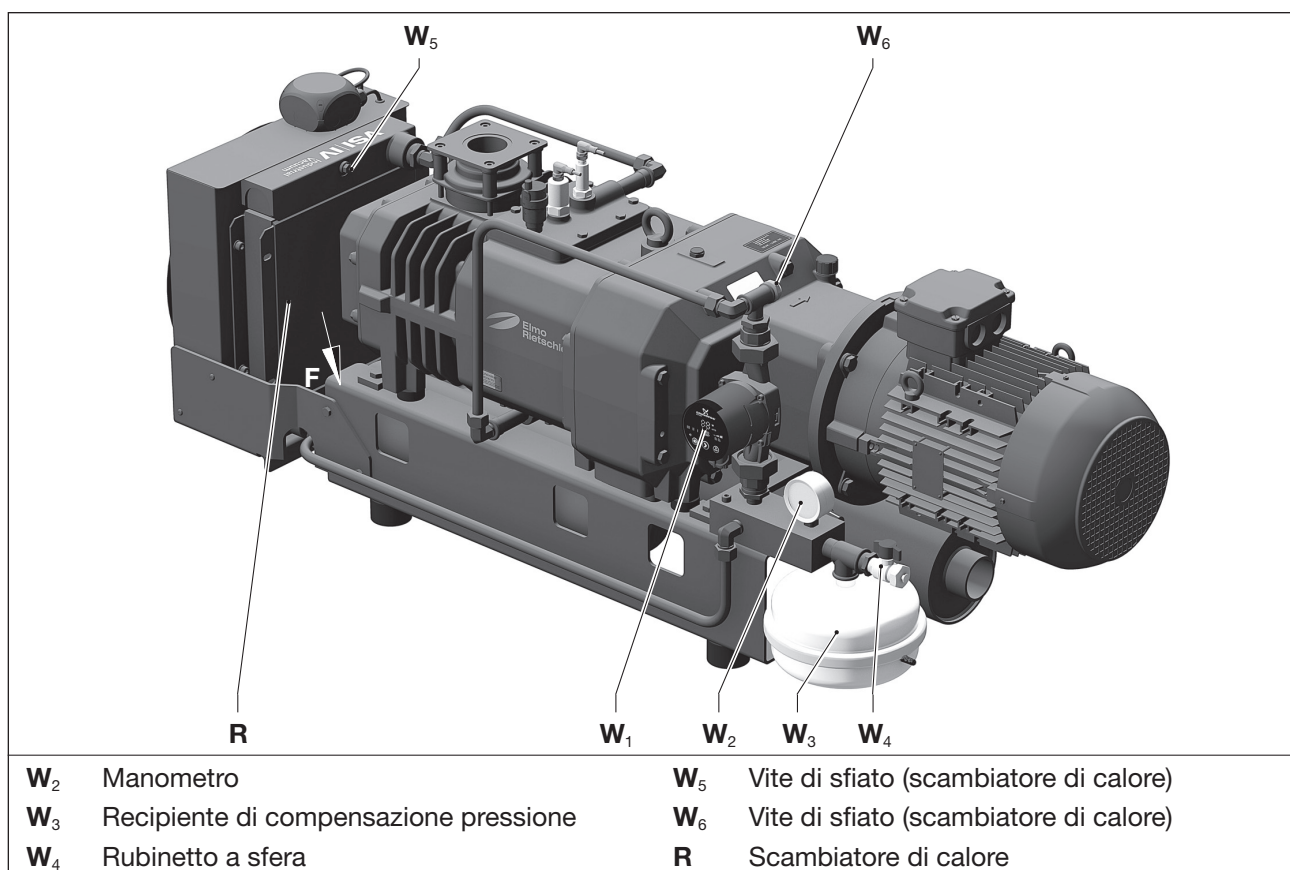

Fig. 19 Raffreddamento ciclico con scambiatore di calore acqua-acqua
a) Controllare la pressione di riempimento sul manometro (Fig. 19/W₂) ogni settimana ed eventualmente aggiungere acqua di raffreddamento. La pressione di riempimento non può essere inferiore a **0,6 bar** e non può superare **1,2 bar**.
- Allentare la vite di sfiato (Fig. 19/W₆) sul circuito di raffreddamento.
- Riempire il circuito di raffreddamento con una miscela a base di acqua e Glysantin (rapporto 70:30) sul rubinetto a sfera (Fig. 19/W₄) fino a quanto fuoriesce acqua di raffreddamento dalla vite di sfiato (Fig. 19/W₆).
- Chiudere la vite di sfiato (Fig. 19/W₆).
Controllo della pressione sul manometro (Fig. 19/W₂).
- b) Aprire il rubinetto a sfera (Fig. 19/W₄), allentare le viti di sfiato (Fig. 19/W₅, W₆) e far scaricare l'acqua di raffreddamento vecchia in un apposito recipiente.
- c) Riempire il recipiente di compensazione pressione (Fig. 19/W₃) con aria a 0,5 bar.
- d) Allentare le viti di sfiato sullo scambiatore di calore (Fig. 19/W₅) e sul circuito dell'acqua di raffreddamento (Fig. 19/W₆).
- e) Riempire il circuito di raffreddamento con una miscela a base di acqua e Glysantin (rapporto 70:30) sul rubinetto a sfera (Fig. 19/W₄) fino a quanto fuoriesce acqua di raffreddamento dalla vite di sfiato (Fig. 19/W₅) dello scambiatore di calore.
Chiudere le viti di sfiato (Fig. 19/W₅).
- f) Riempire il circuito di raffreddamento fino a quando esce l'appaltatore dalla vite di sfiato (Fig. 19/W₆).
Chiudere le viti di sfiato (Fig. 19/W₆).
- a) Controllare periodicamente le aperture per l'ingresso dell'aria di raffreddamento (Fig. 3/E) e la griglia di protezione della ventola (Fig. 19/V_A) e pulirle mediante soffiatura.
- b) Controllare periodicamente l'uscita dell'aria di raffreddamento (Fig. 19/F) sulla griglia dello scambiatore di calore (Fig. 19/R) e pulirla mediante soffiatura.